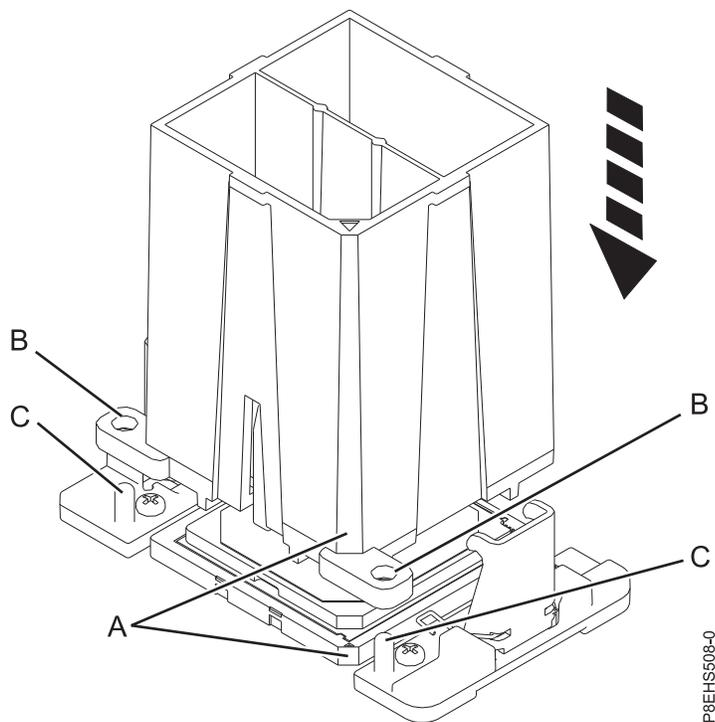

Figure 91. Abaissement de l'outil de retrait sur le module processeur système
- a. A l'aide de l'outil de retrait fourni (référence 01AF101), alignez l'angle biseauté (A) de ce dernier avec l'angle biseauté du module processeur système, comme illustré dans la figure 91, à la page 84.
- b. Abaissez l'outil sur le module processeur système en vérifiant que les deux broches de guidage (C) s'insèrent dans les trous d'alignement (B) de chaque côté de l'outil.